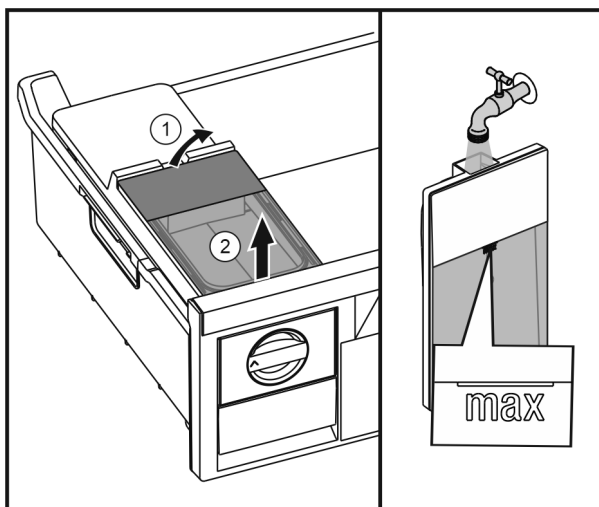

Fig. 29
- ▶ Zvedněte vzadu nádržku na vodu Fig. 29 (1) a poté ji vyjměte směrem nahoru Fig. 29 (2).